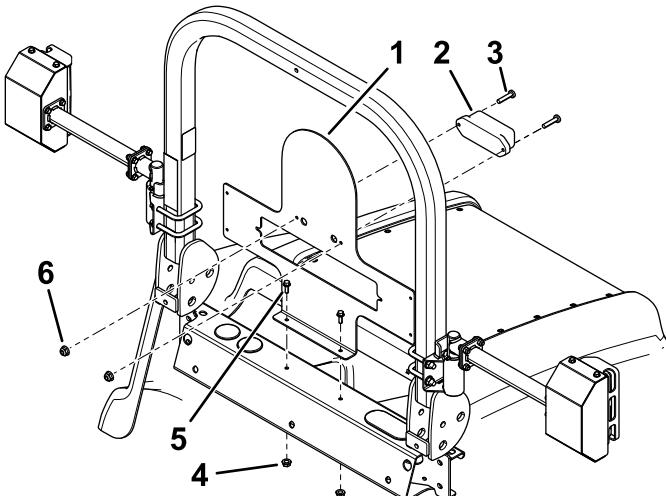

Figura 8
2. Instale la placa de las luces y la luz trasera central (Figura 8).